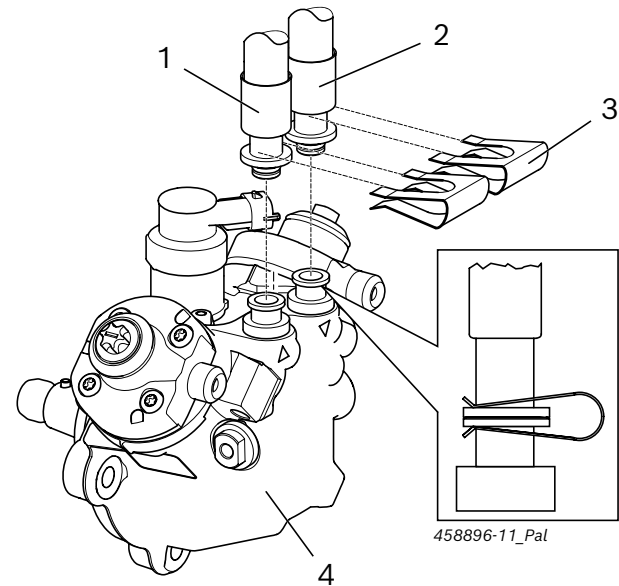

Fig. 3: CP4.2 med stiksystem
Brug CP4 pumpespecifikke slanger til prøveolietilslutning. Med holdeklemmerne 1 685 200 116 (fig. 3, pos. 3) fastgøres slangerne på CP4. Slangene og holdeklemmerne er inkluderet i komponentsæt 1 687 016 125.
1. Tilslut slange til prøveolietilløb (fig. 3, pos. 1) på CP4 tilløbstilslutning.
2. Tilslut slange for prøveoliereturløb (fig. 3, pos. 2) på returløbstilslutningen på CP4.
3. Fastgør begge slanger på CP4 med holdeklemmerne (fig. 3, pos. 3).